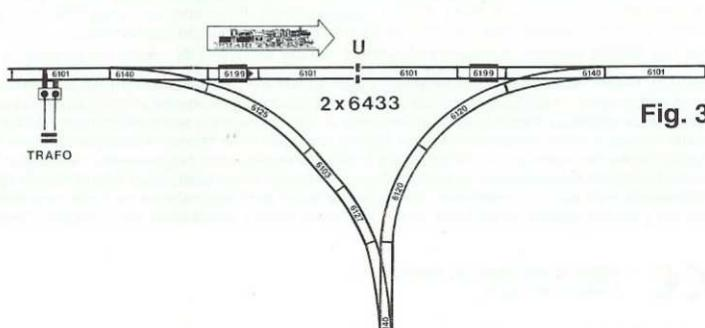

Fig. 3
Das Kehrschleifen-Set 6199 kann auch in ein Gleisdreieck eingebaut werden. Auch hier kann das Gleisdreieck nur in Pfeilrichtung befahren werden. (Fig. 3) Nachdem ein Zug die Unterbrechung U überfahren hat, hält er solange, bis der Reglerknopf am Fahrpult über den Nullpunkt hinweg in die andere Fahrtrichtung gedreht wird.
The train will travel over piece 1 into the reverse loop as far as the isolating break (U) on the exit side. After the train has halted, simply reverse the direction of the control knob of the controller, and the train will continue onwards. The reverse loop set 6199, can also be installed in a track triangle. Here also the train must travel in the set direction. (Fig. 3). As soon as the loco has passed over the isolating break (U) it will stop, until the direction of the control knob of the controller is reversed.
Le train entre dans la boucle par le rail 1 et il s'arrête devant le rail 2, après être passé sur le sectionnement U. Il sortira de la boucle dès qu'on aura inversé le courant au transformateur. Le Set 6199 peut également être incorporé dans un triangle. Ici aussi, le train devra toujours parcourir le triangle dans le même sens (celui indiqué par la flèche blanche, voir fig. 3). Le train s'arrêtera après le passage sur le sectionnement U et continuera son chemin après inversion du courant au transformateur.
De trein rijdt over deel 1 de keerlus binnen en blijft na onderbreking U voor deel 2 staan. De trein rijdt de keerlus uit wanneer men na het stoppen van de trein de regelknop van de trafo over het nulpunt in de andere rijrichting draait. De keerlus-set 6199 kan ook in een raaldriehoek worden gemonteerd. Ook hier kan de raaldriehoek alleen in de pijlrichting gereden worden. (fig. 3) Nadat de trein onderbreking U gepasseerd is stopt hij net zo lang tot de regelknop van de trafo over het nulpunt in de andere richting wordt gedraaid.
Tåget går över del 1 i vändslingen och blir stående efter avbrottet U framför del 2 i körriktningen. Tåget går ur vändslingan, när trafons reglerknapp vrider över nollpunkten mot andra körriktningen efter tågstoppet. Vändslingeset 6199 kan också byggas in i en spärtriangel. Också här kan du köra genom triangeln endast i körriktningen (fig. 3). Efter det att ett tåg har kört över avbrottet U, stannar det tills trafons reglerknapp vrider över nollpunkten mot andra körriktningen.
Il treno passa dal part. 1 della racchetta e dopo l'interruzione U si ferma davanti al part. 2 in direzione di uscita. Il convoglio esce dalla racchetta previa rotazione della manopola di regolazione del trasformatore per l'inversione di marcia, passando naturalmente per il punto centrale della scala (posizione zero). Il corredo racchetta 6199 può essere installato anche in un triangolo di binari. Anche in questo caso la racchetta è percorribile nell'unico senso indicato dalla freccia (Fig. 3).